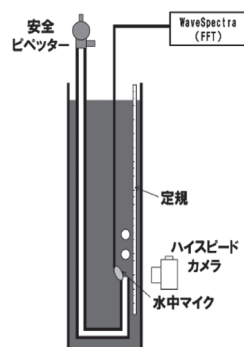

図2 実験装置
- (1) 図 1 のような内径 4.0 mm のガラス製 J 字管に安全ピペッターを接続し、図 2 のように高さ 1.0 m のアクリルパイプに設置します。
- (2) 安全ピペッターから J 字管に空気を送り、気泡を発生させます。その様子を圧電素子で作った水中マイクで録音し、ハイスピードカメラで撮影します。
- (3) 動画をコマ送りで再生し、1.0ms ごとの気泡の大きさを測定します。
- (4) 音声データを WaveSpectra というソフトで再生し、1.0ms ごとの発生音のピーク振動数を測定します。